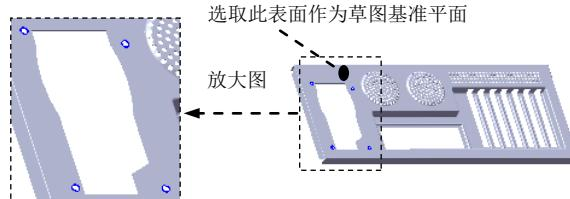
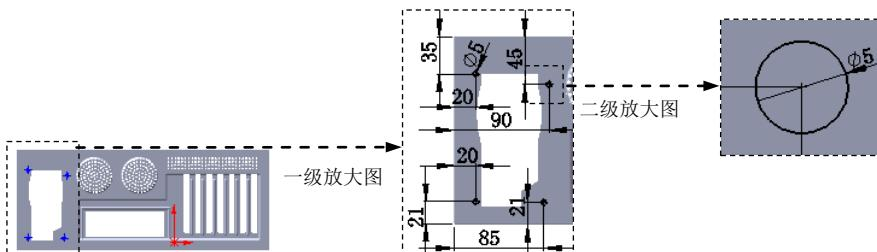

图 17.7.83 创建切除—拉伸 4
图 17.7.84 横断面草图
Step19. 创建图 17.7.83 所示的切除一拉伸 4。选取图 17.7.83 所示的面为草图基准平面，横断面草图如图 17.7.84 所示，详细操作过程参见 Step17。